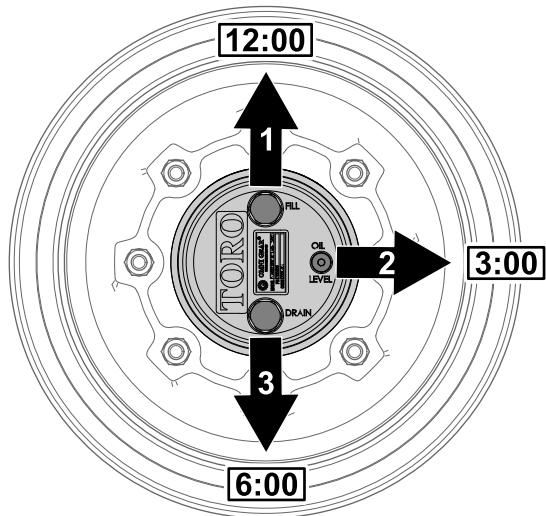

図 73
1. 水平な床面で、補給プラグが時計の 12 時の位置、点検プラグが 3 時、ドレンプラグが 6 時の位置を指すように駐車する 図 73。
2. 3 時の位置にある点検プラグを外す 図 73。
1. 水平な床面で、補給プラグが時計の 12 時の位置、点検プラグが 3 時、ドレンプラグが 6 時の位置を指すように駐車する 図 73 **プラネタリギアオイルの点検 (ページ 69)**を参照。